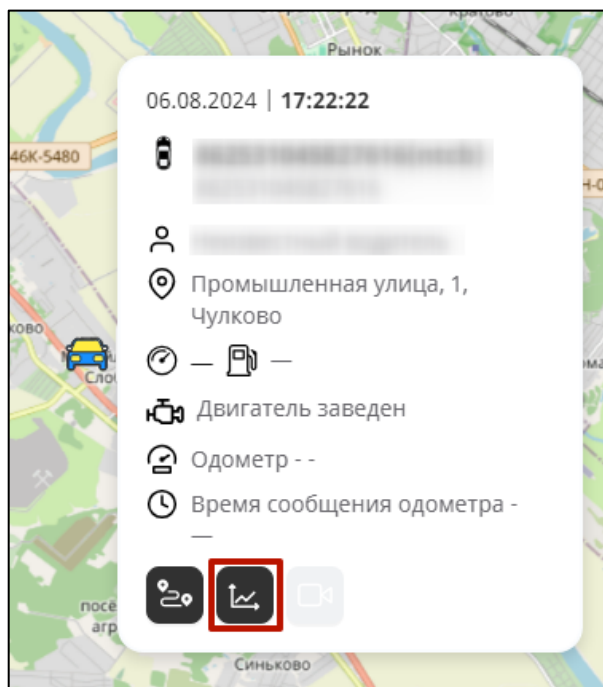

Рисунок 11
2. В карточке выбранного ТС нажмите кнопку «Построить график» (Рисунок 11).